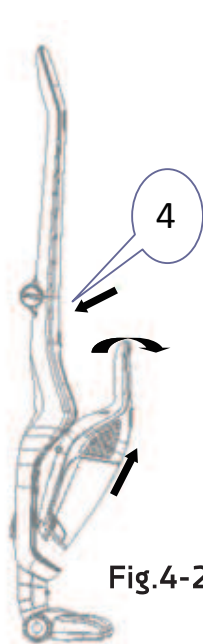

Fig.4-2
Appuyez sur le bouton de déverrouillage de la sous-unité (4) (voir Fig.4.2), saisissez la poignée de la sous-unité pour la retirer en suivant le sens indiqué par la flèche, puis appuyez sur le commutateur de mise sous tension de la sous-unité (5) (voir Fig.4-3a) pour mettre en marche cette dernière. Appuyez à nouveau sur ce commutateur (5) si vous souhaitez l'éteindre. Si vous devez utiliser la brosse à poils courts, insérez-la dans la buse d'aspiration de la sous-unité en suivant les indications de la Fig. 4-3a, puis réactivez la sous-unité. Si vous devez utiliser la buse d'aspiration plate, insérez-la dans la buse d'aspiration de la sous-unité en suivant les indications de la Fig. 4-4a puis réactivez la sous-unité.